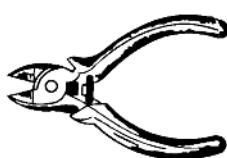

图 2-7 斜口钳
(6) 斜口钳 用来裁剪 $\phi 0.5\text{mm}$ 以上的导线和元件引线(图 2-7)。其刀口方向和握把成一斜角，适合于裁剪印制电路板上多余的引线。